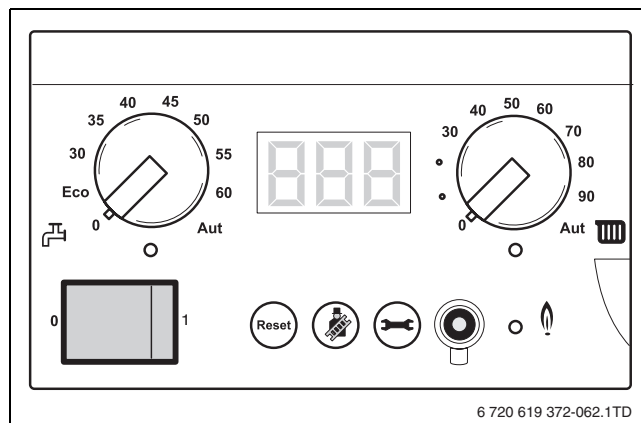

Fig. 67 Togliere la corrente dall'impianto di riscaldamento
- ▶ Togliere la corrente dall'impianto di riscaldamento (→ fig. 67).